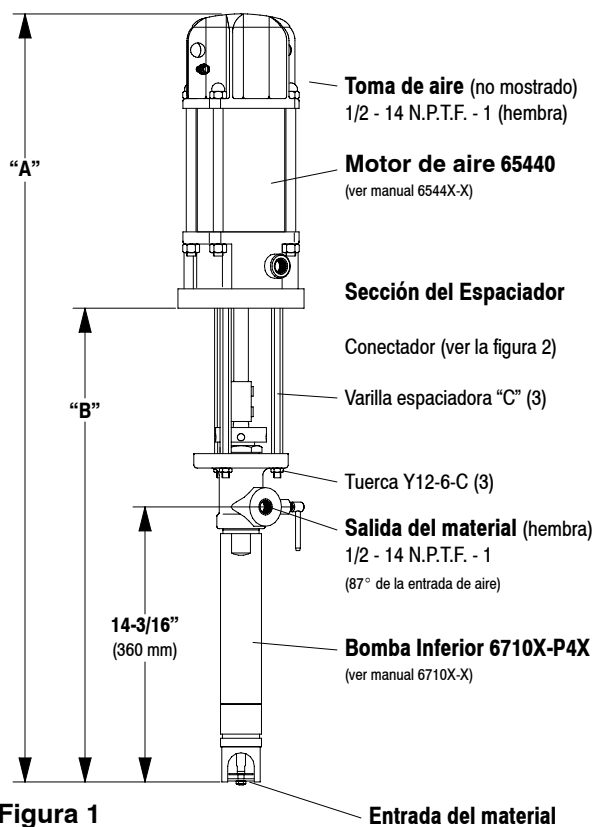

Figura 1
- Quite las tres tuercas de las varillas espaciadoras (figura 1).
- Alinee el émbolo del extremo de la bomba inferior con el vástago del émbolo del motor neumático. NOTA: Ubique la entrada del aire del motor neumático a 87° de la salida del material (ver la figura 1).